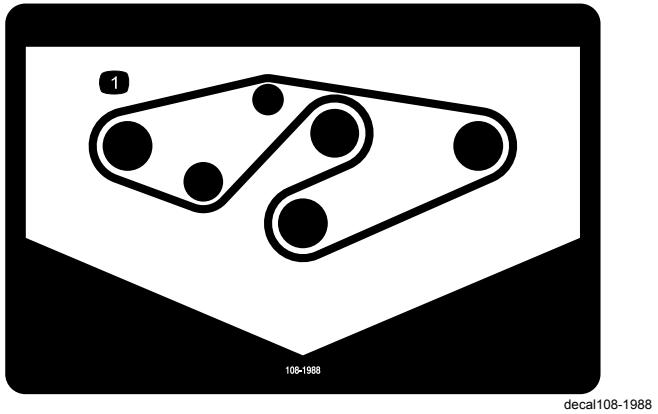

図 32
- 図のように、スピンドルプーリとアイドラプーリに新しいベルトを回しかける図 32。